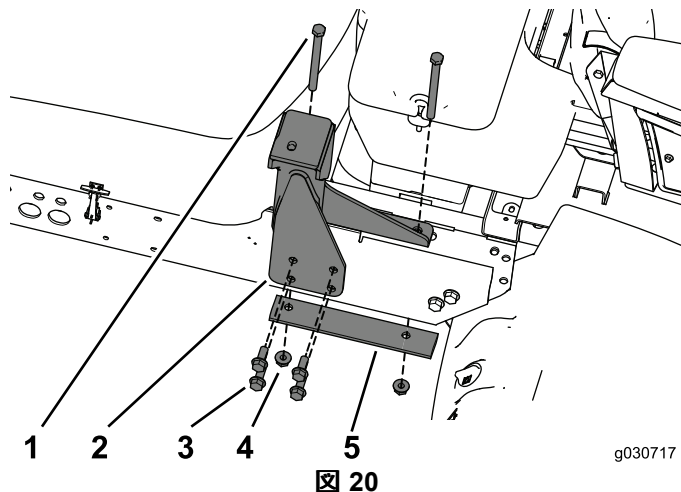

図 20
1. ROPSから外したボルト類を使用して、後マウントをフレームに固定する 図 20。